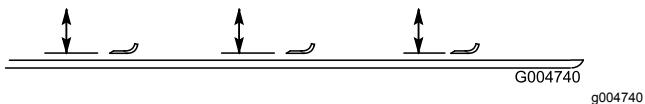

Bild 105
- Drehen Sie die Messer, bis die Enden nach vorne und hinten zeigen und messen Sie von der Innenseite des Mähwerks bis zur Schnittkante an der Vorderseite des Messers (Bild 105).